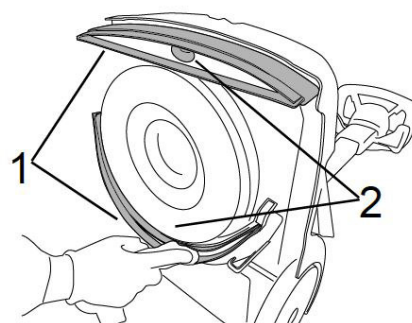

Abb. 24: Reinigen der Saugleiste
- Wischen Sie die beiden Saugleisten (1, Abb. 24) mit einem feuchten Tuch ab
- Die Saugeinlassanschlüsse beider Leisten (2, Abb. 24) ebenfalls einem feuchten Tuch reinigen